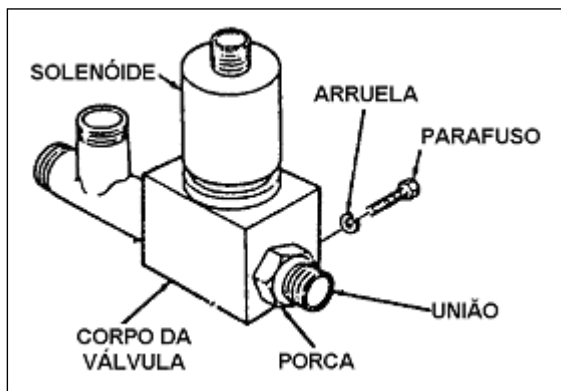

Fig 4-125. Válvula solenóide da estabilização
h. Válvula solenóide da estabilização (Fig 4-125)